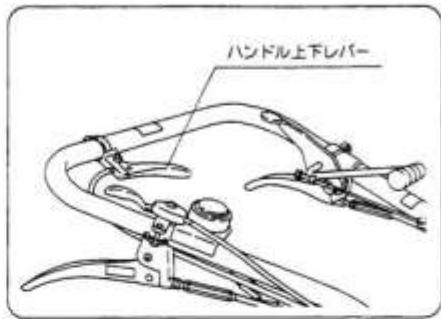

図19
- ①ハンドル上下レバーを握りハンドルを上にあげてから操作してください。(図19)
②ロータリー回転と適応作業